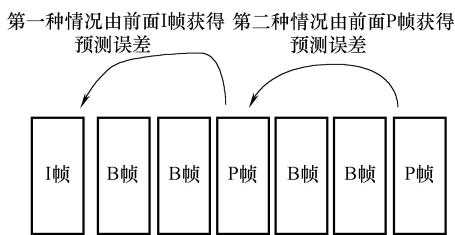

图 15-22 P 帧获取示意图
2) P 帧图像。P 是英文 Forward Predictive Coded Frame 的缩写，意为前向预测编码帧。P 帧只传输在它前面的 I 帧的差值信息，这一差值是运动图像的变化部分，称为预测误差。P 帧是在前面的 I 帧基础上获得的，如图 15-22 中的第一种情况所示。如果 P 帧的前面不是 I 帧而是 P 帧，此时可以由前面的 P 帧获得预测误差，图 15-22 中的第二种情况所示。